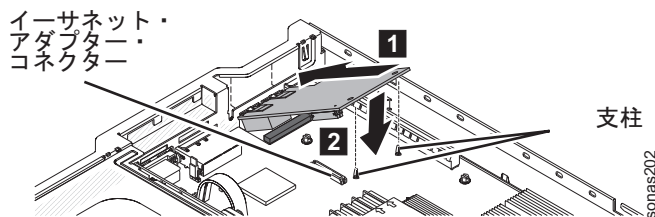

図 17. イーサネット・アダプターのポート・コネクタとポート開口部の位置合わせ
10. アダプターをシステム・ボード上のアダプター・コネクタと位置合わせします。次に、アダプターを傾けて、アダプター上のポート・コネクタの位置がシャーシ上のポート開口部と合うようにします。図 17 を参照。